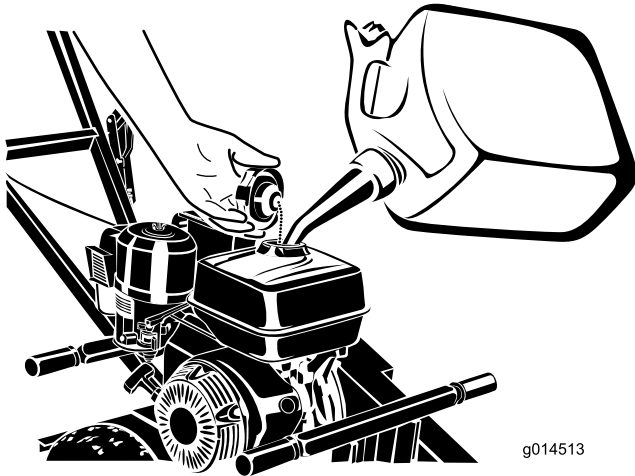

Figura 6
3. Limpie alrededor del tapón del depósito de combustible y retire el tapón (Figura 6).